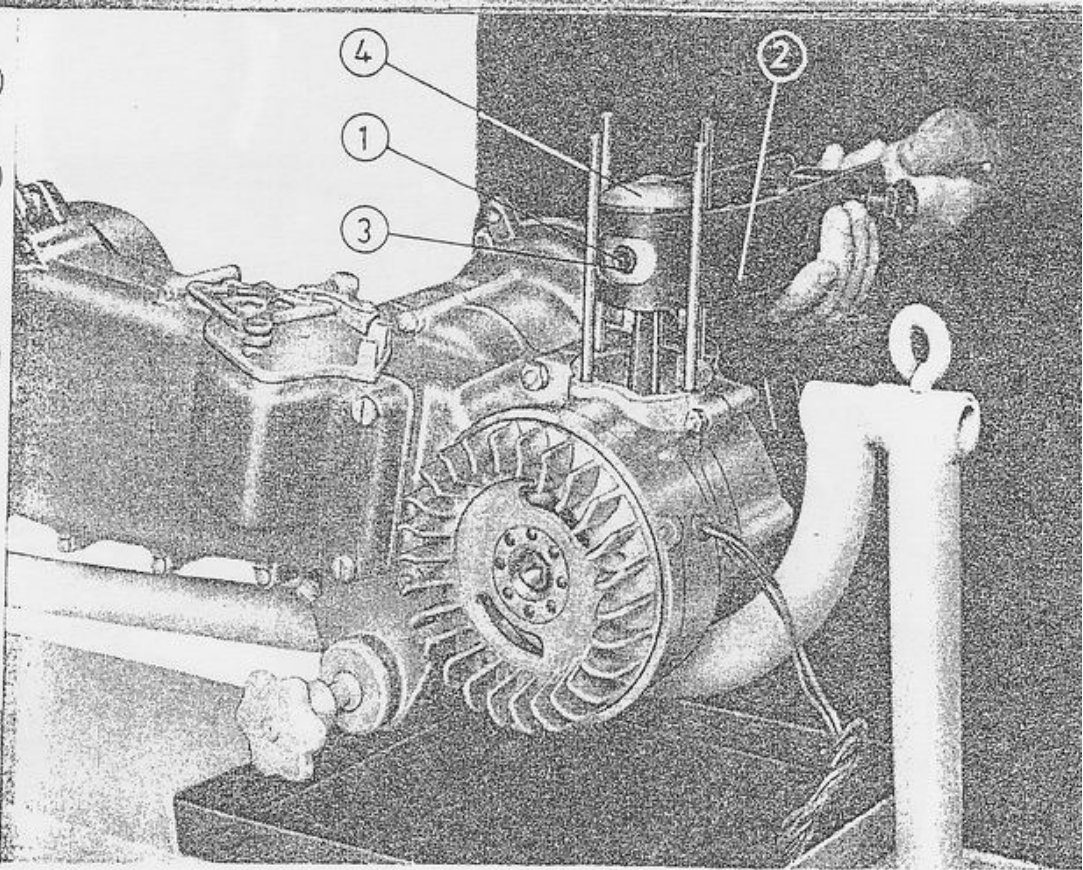

Fig. 2 - Smontaggio dello spinotto pistone.
- 5°) togliere dal pistone lo spinotto (punto 1 - fig. 2) facendo uso dell'apposito attrezzo (punto 2 fig. 2), dopo aver effettuato con una normale pinza lo smontaggio degli anellini di fermo (punto 3 fig. 2), operazione da compiere con la massima cura al fine di non danneggiare il pistone;